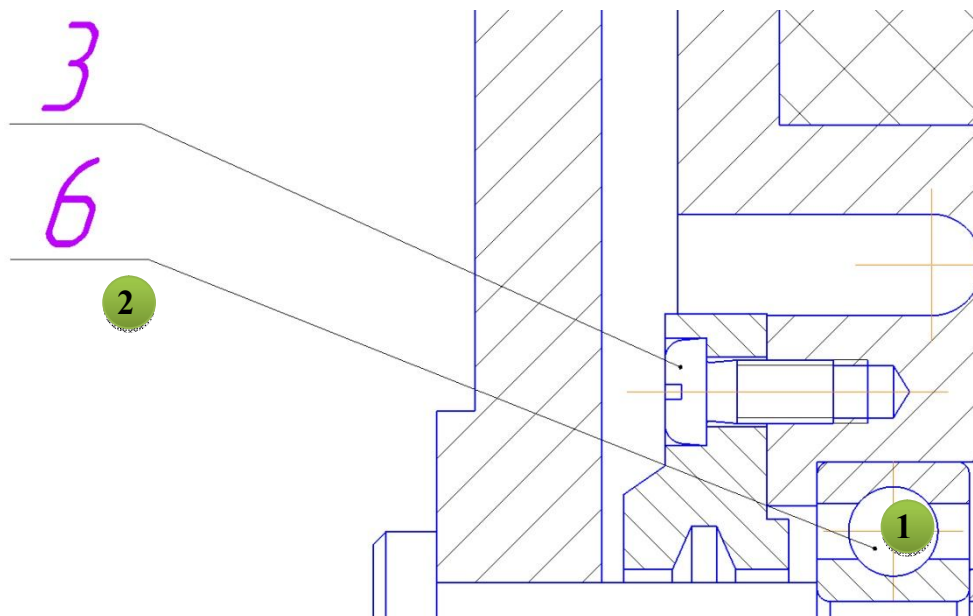

Рис. 4.66. Позиционное обозначение подшипника
- Укажите точку 1 на подшипнике и точку 2 начала полки (произвольно) (рис. 4.66).